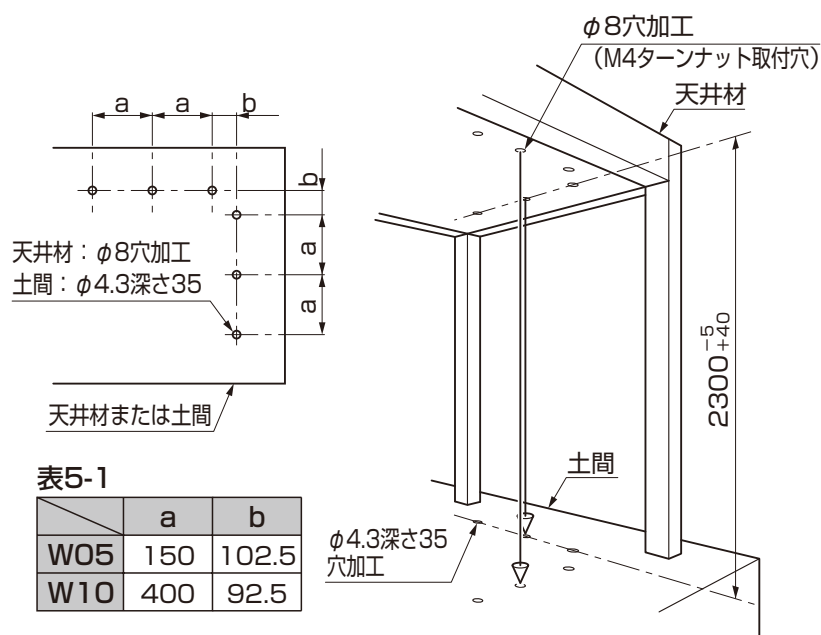

図5-1 天井材と土間への穴加工
- ①図5-1を参照して、天井材と土間に穴加工をしてください。